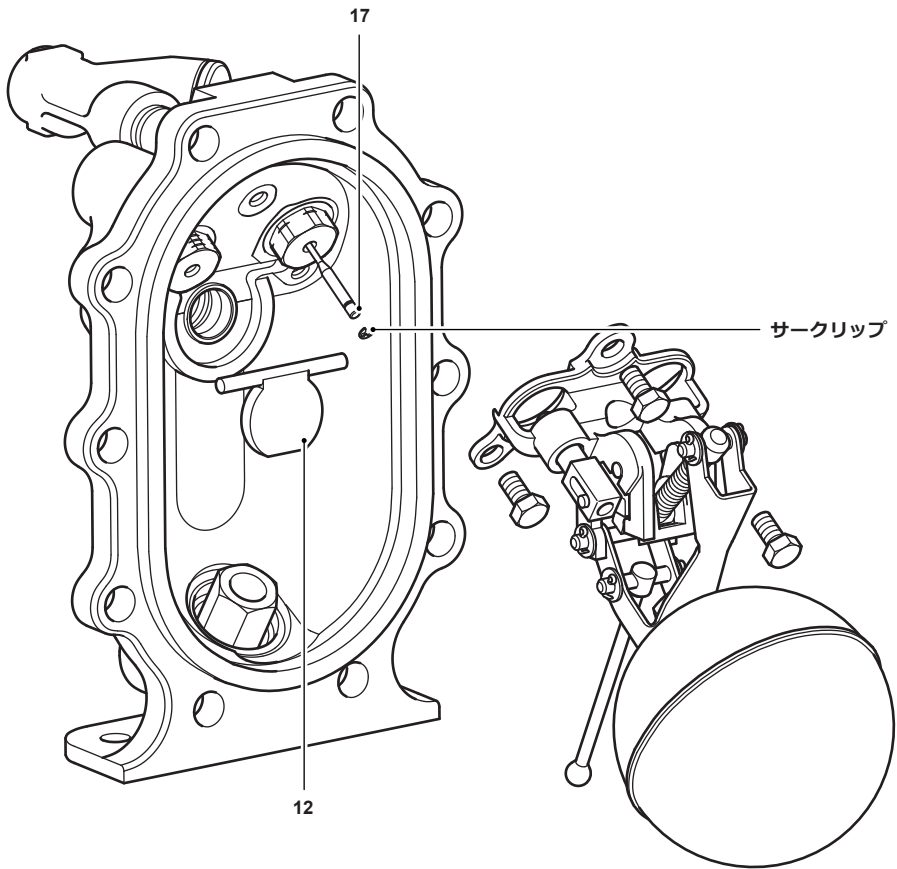

図. 17
5. ポンプブラケットアセンブリを持ち上げて取り外します（図17参照）。これにより、入口スイング式逆止弁（部品番号12）にアクセスできます。